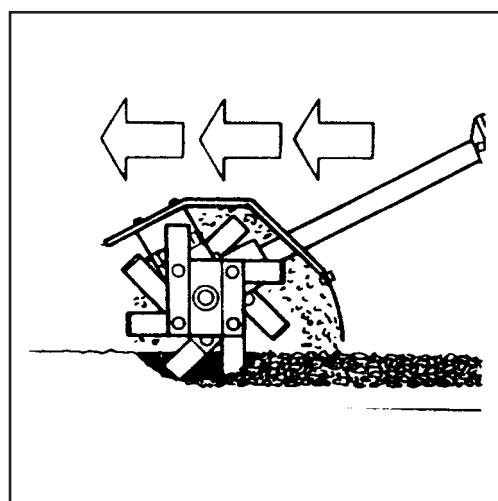
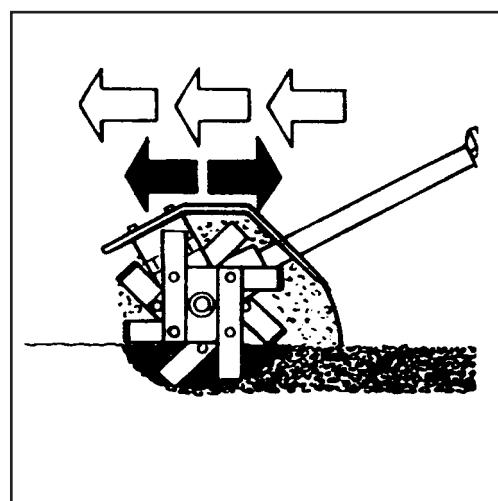

Fig. 5
Fig. 6
- Для нглубокой обработки почвы быстро прдвигайт культиватор по участку (Рис.5). Наоборот, для глубокой обработки двигайтесь медленно и подольше стойте в одной и той же точке, прмажая культиватор вперед-назад.
- Do spulchniania gleby na niewielkiej głębokości, należy szybko przesuwać kultywator po terenie (Rys. 5). W celu głębokiego zruszenia ziemi należy pracować powoli oraz zatrzymywać się na dłużej w danym miejscu przesuwając kultywator do przodu i do tyłu (Rys. 6).